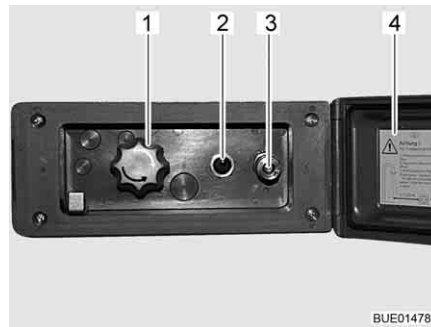

Fig. 145 Branchement de la douche extérieur
- Déverrouiller et ouvrir le couvercle (Fig. 145,4).
- Brancher le flexible de la douche extérieure sur la fermeture rapide (Fig. 145,3).
- Allumer la pompe à eau avec le commutateur (Fig. 145,2).
- Régler la température de l'eau selon ses désirs avec le bouton rotatif (Fig. 145,1).
- Éteindre la pompe à eau avec le commutateur (Fig. 145,2).
- Fermer le couvercle (Fig. 145,4) et verrouiller avec la clé.
- Placer le bouton rotatif (Fig. 145,1) sur la position intermédiaire.